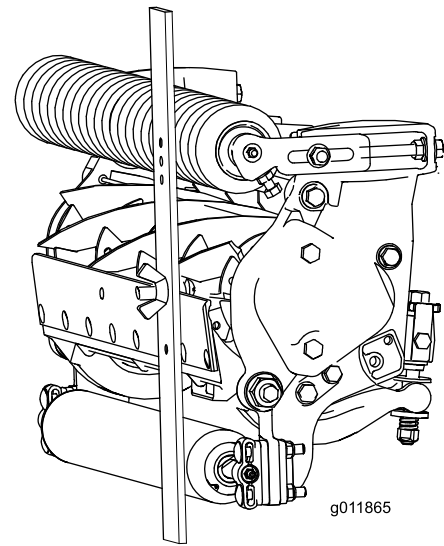

图 16
3. 将螺栓头钩在底刀的刀刃上并将调刀尺的后端放到后滚筒上 图 16。
4. 旋转调节螺栓直到前滚筒接触到调刀尺 图 16。调整滚筒的两端直到整个滚筒与底刀平行。